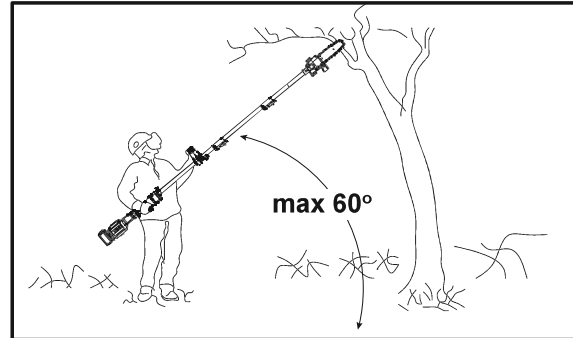

Fig. 46
5. Segure sempre o produto num ângulo não superior a 60° em relação ao nível horizontal. Caso contrário, não é possível uma utilização segura (Fig. 46).